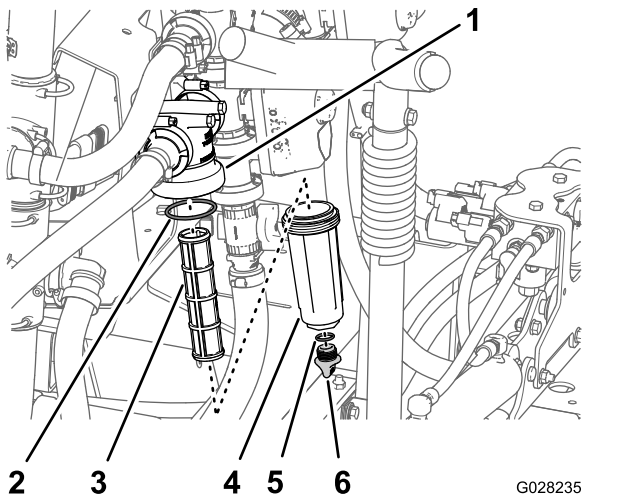

図 114
2. 圧力フィルタの下に受け容器をおく 図 114。
3. 圧力フィッティングのドレンプラグを左に回して外す 図 114。
4. ボウルを左に回してフィルタヘッドから外す 図 114。
5. 古い圧力フィルタELEMENTを外す 図 114。
6. ドレンプラグの Oリングボウルの内側とボウルの Oリングフィルタヘッドの内側に傷や破損がないか点検する 図 114。
7. 新しい圧力フィルタELEMENTをフィルタヘッドに取り付ける 図 114。
8. フィルタヘッドにボウルを取り付けて手締めする 図 114。
9. ボウルにプラグを取り付けて手締めする 図 114。